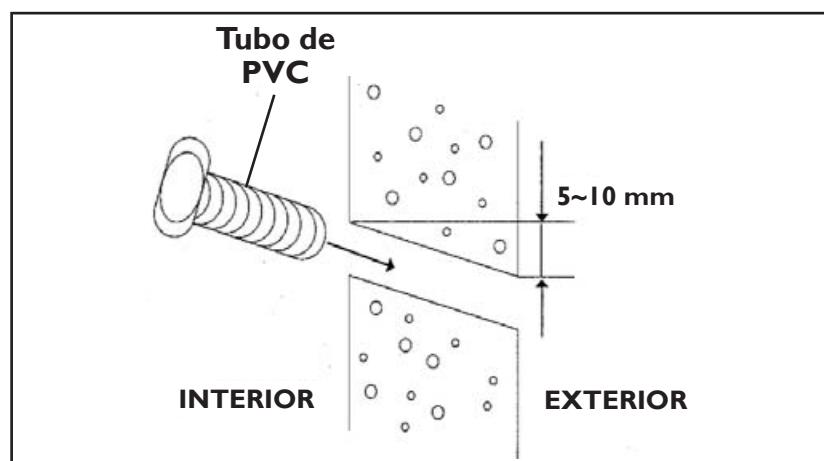

FIGURA 17
- Corte e coloque o tubo de PVC de 75 mm de diâmetro de acordo com a espessura da parede e passe a tubulação através dela. (figura 17).